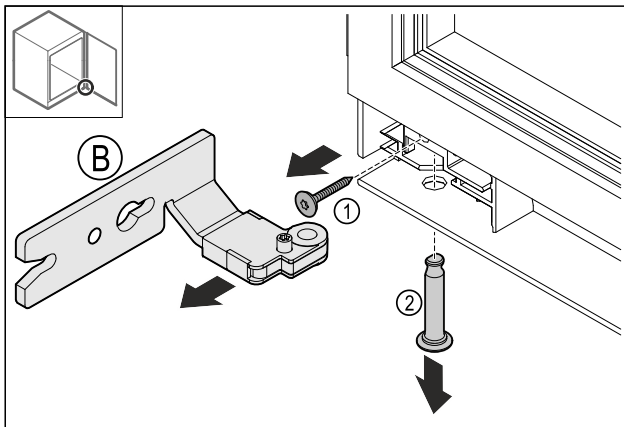

Fig. 15
- Poista ruuvi Fig. 15 (1).
- Poista pultti Fig. 15 (2).
- Poista sarana Fig. 15 (B).